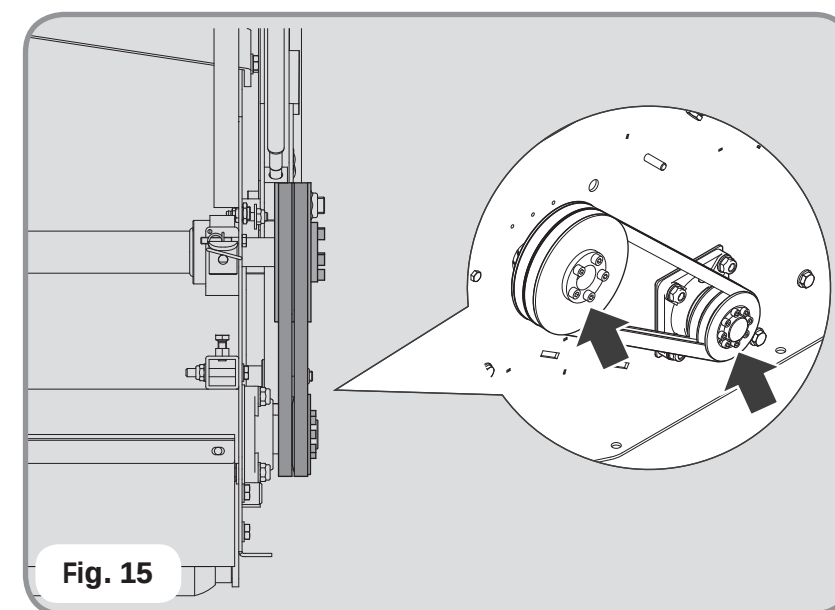

Fig. 15
- Bloquer les pièces de calage (Voir **fig. 15**).
- Keile bloßkieren (siehe **abb. 15**).
- Bloccare i calettatori (Vedi **fig. 15**).
- Lock the joints (see **fig. 15**).